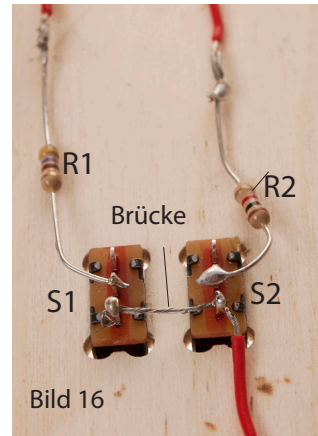

Bild 16
Die Flachsteckhülsen (21) entsprechend Bild 16 anlöten. Das rote Kabel an plus anlöten. Von der schwarzen Litze ca. 80 mm ablängen die Enden abisolieren - an einem Ende die Flachsteckhülse und das andere Ende an minus anlöten.